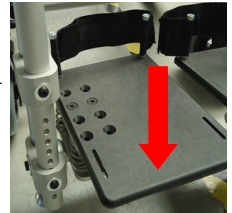

fig. 8: Controllo flessione-estensione pedana
8) Controllo flessione-estensione della pedana (ove presente) (fig. 8)